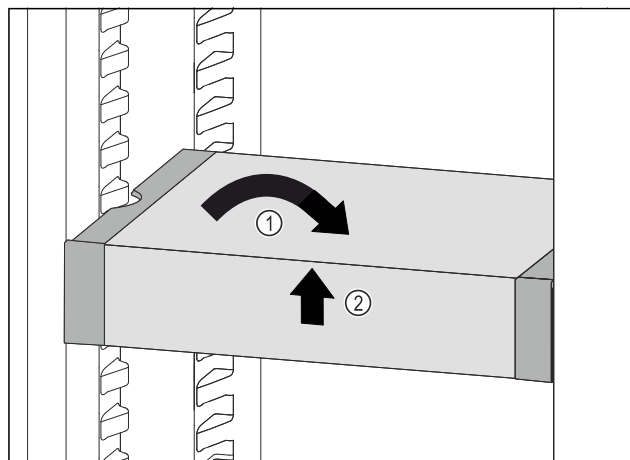

Fig. 156
- Vendosni drejt VarioSafe. Fig. 156 (1)
- Ngrini lart VarioSafe në pjesën përpara. Fig. 156 (2)